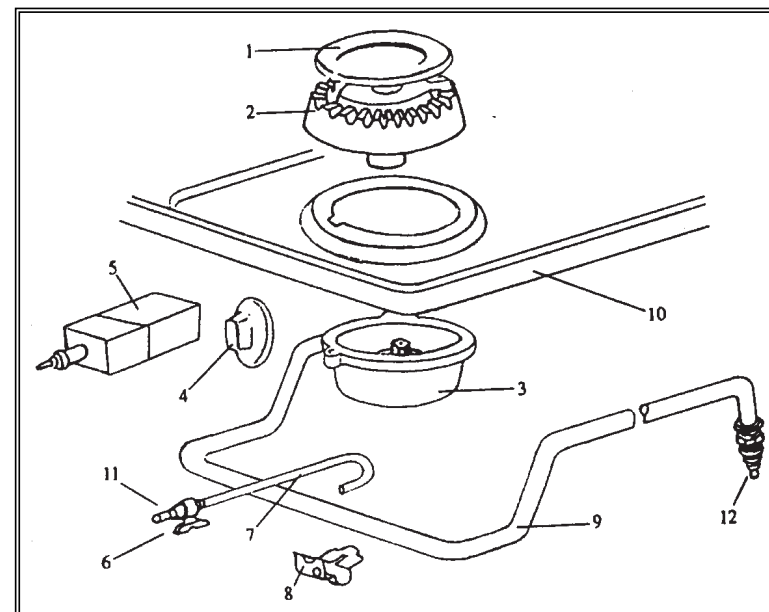

Fig 5
- 4) A l'aide d'un petit tournevis vissez ou dévissez la vis de réglage (fig. 5,12) jusqu'à ce que la flamme du brûleur soit convenablement réglée au minimum. Le gaz est correctement distribué quand la flamme atteint une longueur minimum de 4 mm environ. S'assurer qu'en passant de la position maximum à la position minimum, la flamme ne s'éteigne pas.
- 2) Enlever le couvercle (fig. 5,1)